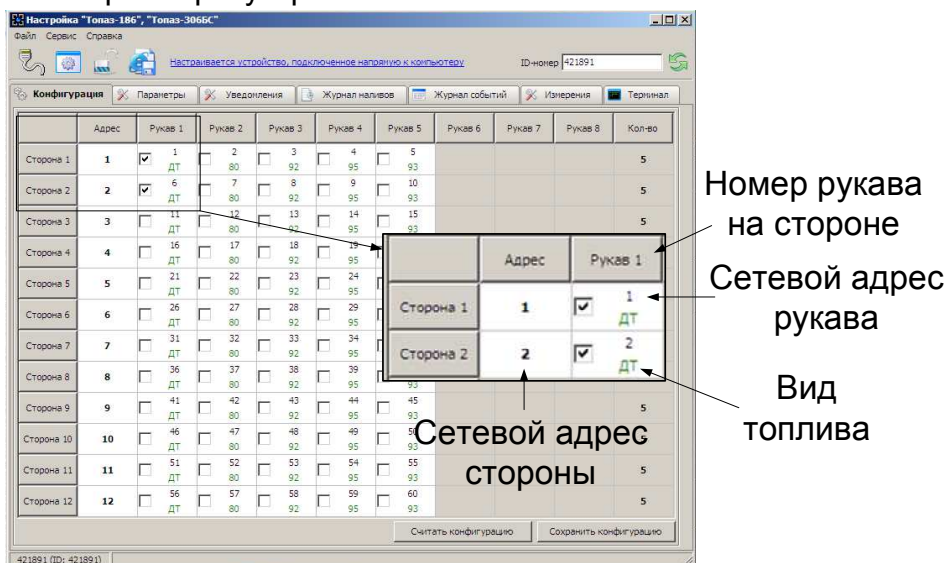

Рисунок 3
- в) считать конфигурацию устройства на вкладке "Конфигурация" (рисунок 3);